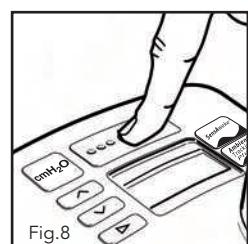

Fig.8
10. Active el dispositivo presionando el botón de encendido/apagado [on/off] (Fig.8). Una vez activado, "ON" parpadeará tres veces en la pantalla de LCD, seguido de un parámetro de humedad (parámetro por defecto de fábrica: vea la sección 8.1).